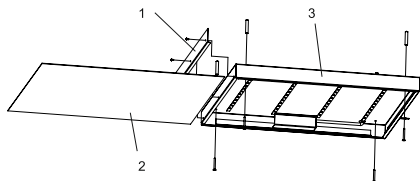

Рисунок 1
4.2.2 Накладной монтаж осуществляется следующим образом (см. рисунок 1):
- открутить 3 винта и снять боковую крышку (1) светильника;
- извлечь рассеиватель (2);
- закрепить корпус светильника (3) через имеющиеся отверстия непосредственно на поверхность потолка. Крепёж для накладного монтажа в комплекте не поставляется;
- в обратном порядке установить на корпус светильника (3) рассеиватель (2);
- установить боковую крышку (1) обратно и зафиксировать винтами.